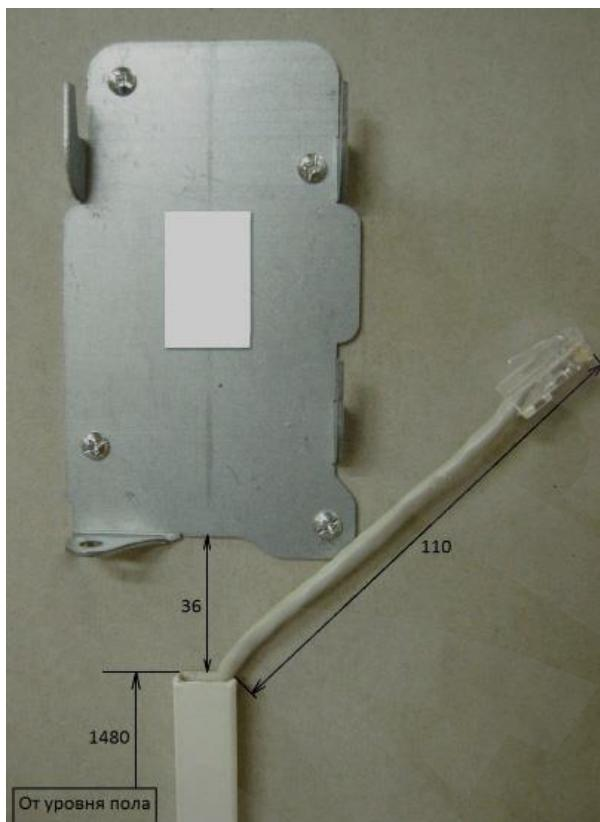

Рис. 4.3
- при использовании открытой подводки кабельной трассы закрепите кабель-канал на стене таким образом, чтобы расстояние от кабель-канала до нижней грани монтажной планки составляло 36 мм. Обеспечьте вывод кабеля типа «витая пара» длиной 110 мм из кабель-канала (*Рис. 4.3*).